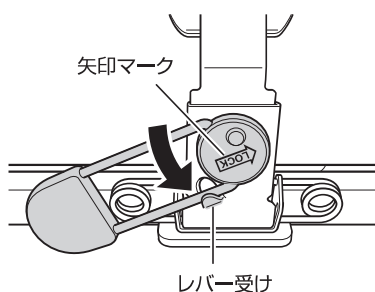

図 9 レバー受けにはめ込む
- レバーが矢印マーク側にセットされていること。（図 9 参照）